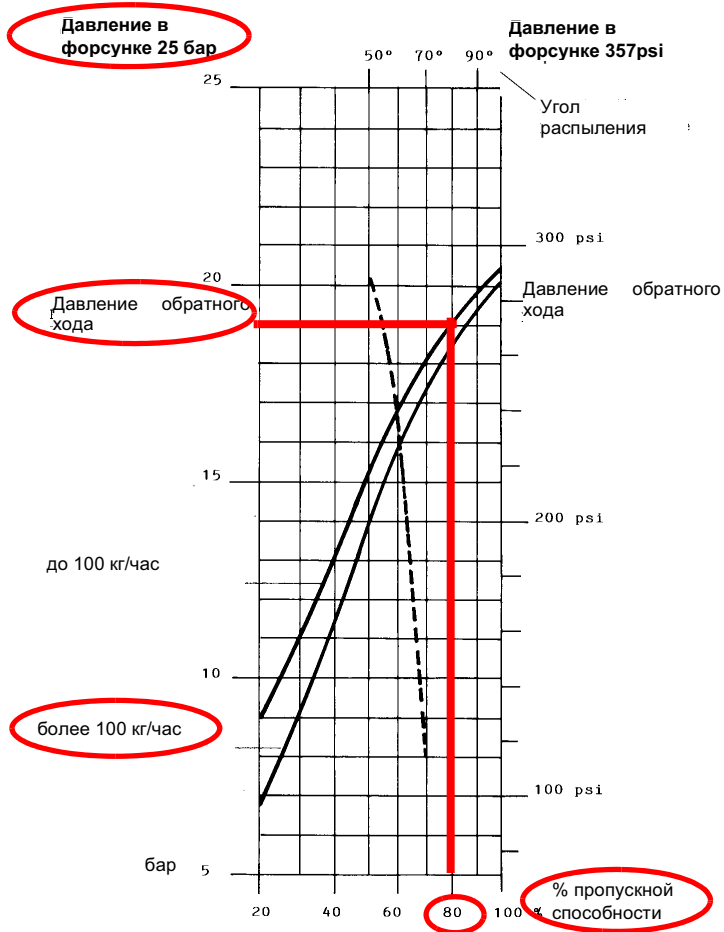

Рис. 20
Расход дизельного топлива регулируется за счет выбора форсунки (противопоточного типа), соответствующего мощности котла и типу применения размера, а также регулировки давления на прямом и обратном ходе жидкого топлива, согласно данных, указанных в таблице и на графике на Рис.20 (для считывания давления - читайте последующие параграфы).
**Пример** : 80% номинального расхода на форсунке можно получить, если установлены форсунки с расходом более 100 кг/час, при давлении на обратном ходе примерно равном 18 бар (см. график на Рис. 20).
- 14 Смещать кулачок V (малое пламя на мазутном топливе) в сторону минимальной мощности, с тем, чтобы сервопривод начал закрываться, до тех пор, пока два подшипничка не совместятся с регулировочным винтом, относящимся к самой низкой точке: закручивать винт **V2** для увеличения расхода, откручивать - для уменьшения, с целью получения значения давления, как на графике на Рис.20, на основании требуемого расхода.